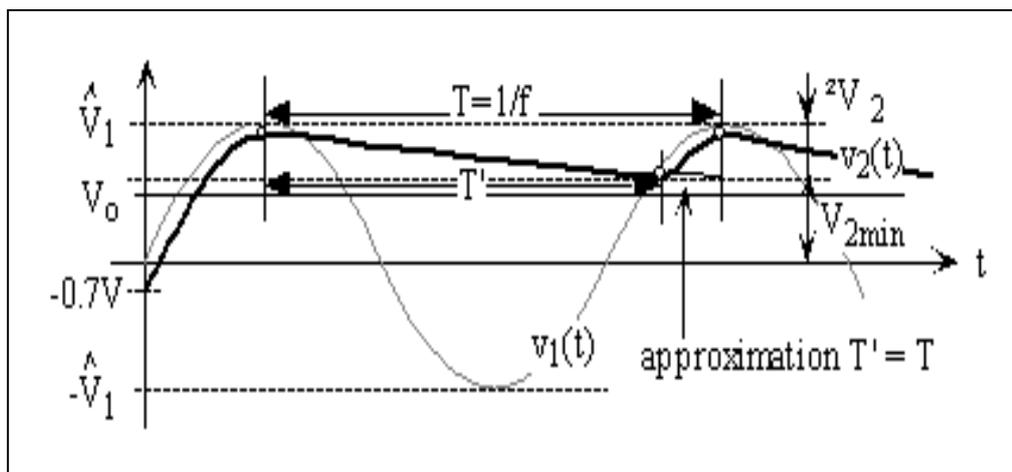

Figure II-21
*a) Allure de  $V_2$ ,  $V_1$  et  $V_0$  en fonction du temps : (Figure II-21)*